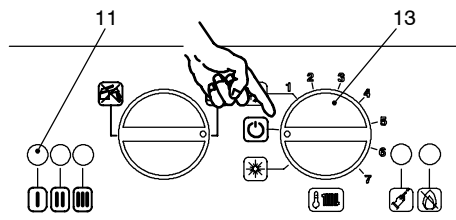

fig. 6.6
- 27 Spegner la caldaia portando il selettore 13 sulla posizione "P" fig. 6.6